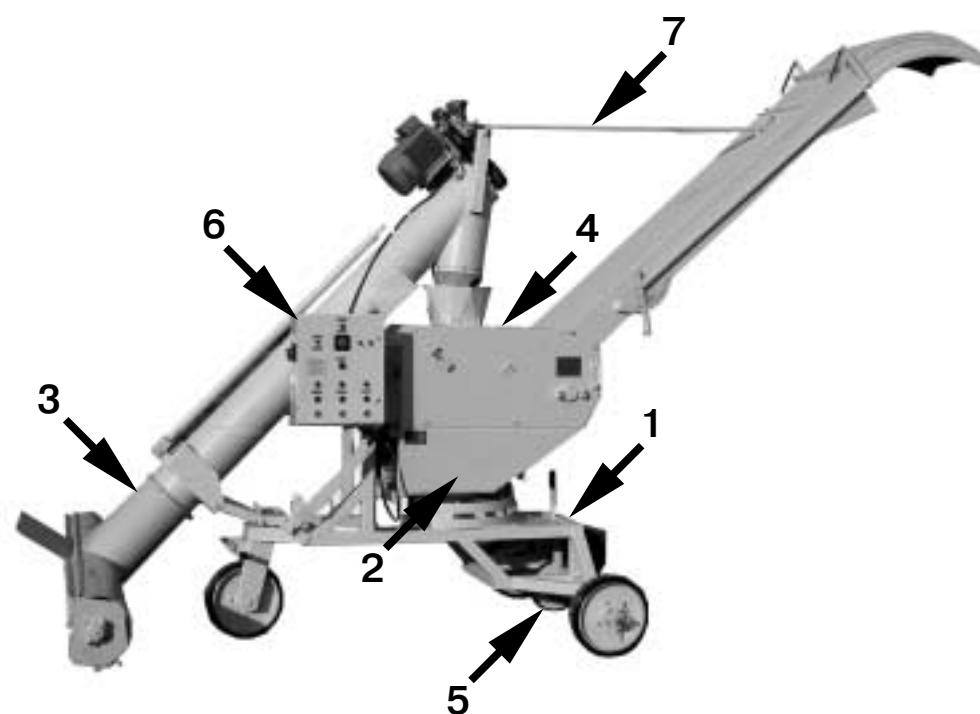

Рис. 1
**1.2.** Метатель зерна самопередвижной МЗ-60 (рис. 1) производительностью 60 т/ч предназначен для механизации погрузочно-разгрузочных работ на открытых площадках с твердым покрытием и зерноскладах. Метатель зерна МЗ-60 может выполнять следующие операции:
**3.1.** Зернометатель состоит из следующих основных узлов и механизмов (рис. 1): рама, с ходом **1**, рама поворотная **2**, транспортер загрузочный **3**, триммер с трубой **4**, механизм самохода **5**, пульт с электрооборудованием **6**, шпренгель **7**.